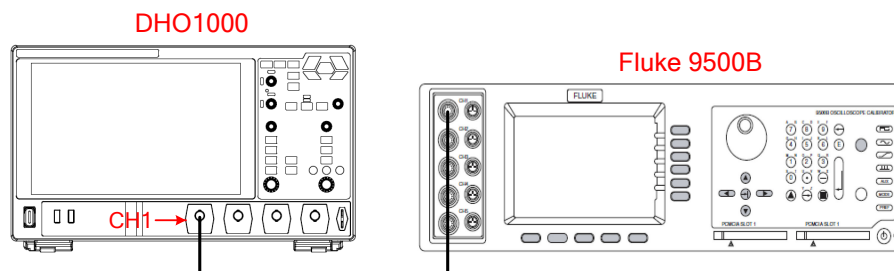

图 5.6 时基精度测试连接图
1. 将 Fluke 9500B 的有源信号探头连接至示波器的 CH1 通道，如图 5.6 所示。